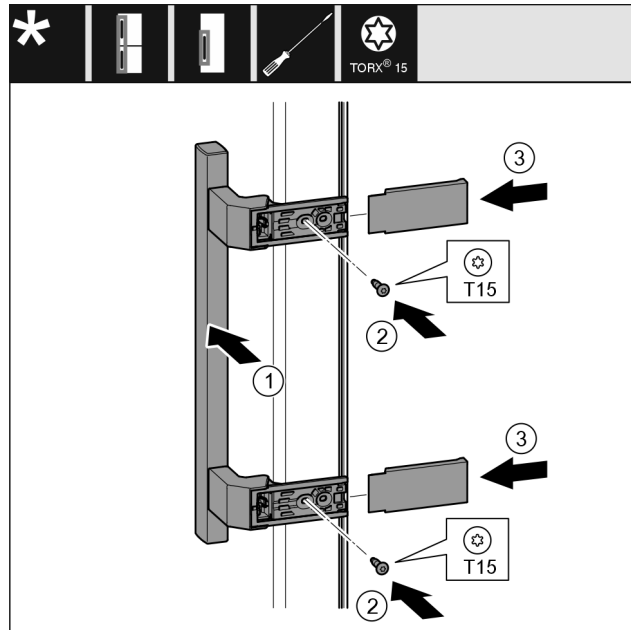

Fig. 42
- Griff Fig. 42 (1) auf der Gegenseite ansetzen.
- Schrauben Fig. 42 (2) mit Schraubendreher festschrauben.
- Abdeckungen Fig. 42 (3) seitlich ansetzen und aufschieben.